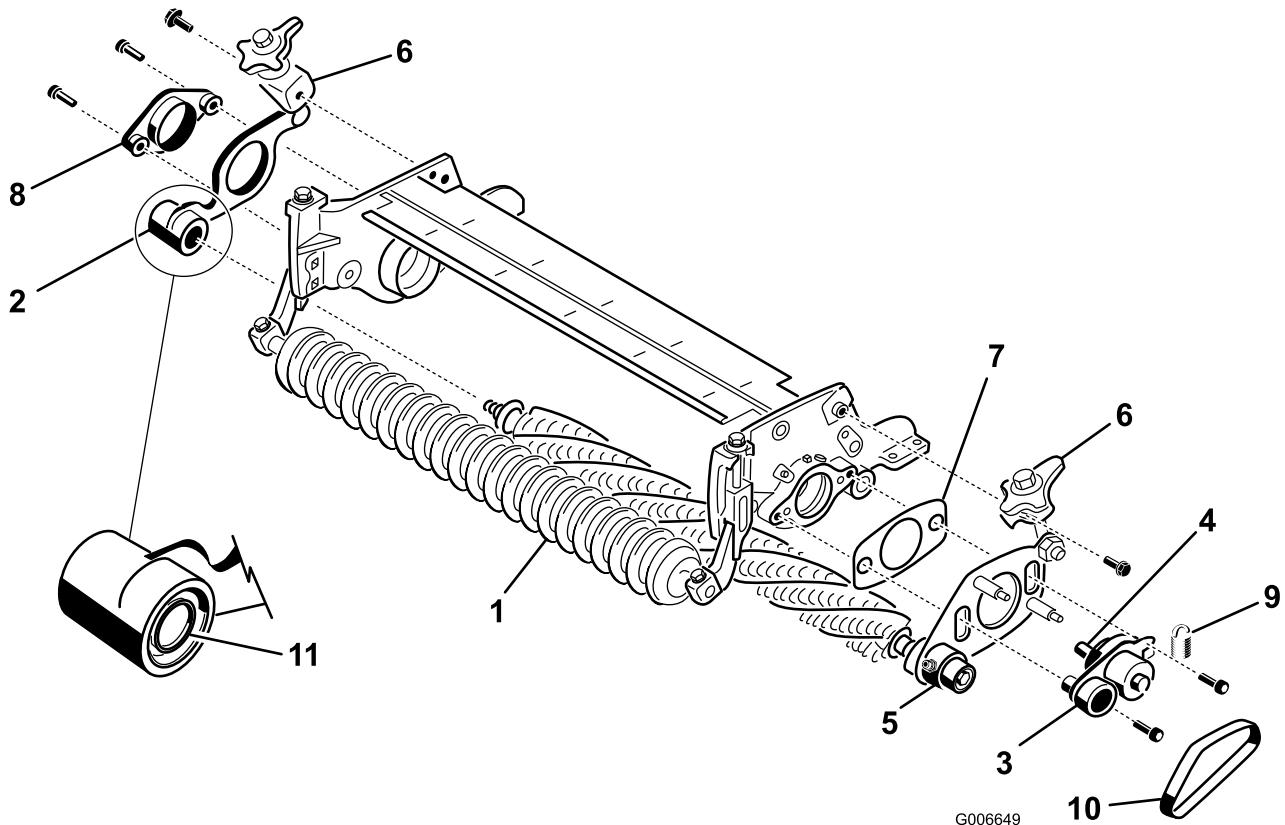

Рисунок 24
21. На **неприводной** стороне механической щетки в сборе сдвиньте пластины механической щетки с вала механической щетки в сборе (Рисунок 24).
23. На приводной стороне режущего блока установите на боковую пластину режущего блока поворотную ступицу, пластины механической щетки приводной стороны и регулировочную прокладку, используя два винта с внутренним шестигранником 3/8 x 1 дюйм (Рисунок 24). Перед установкой нанесите на резьбовые поверхности винтов синий состав Loctite.
24. Установите пластины механической щетки с неприводной стороны на вал механической щетки (Рисунок 24). Проследите за тем, чтобы не выбить пружину уплотнения наружу.
- 25. Прикрепите поворотную ступицу неприводной стороны к боковой пластине режущего блока с помощью двух винтов 3/8 x 1 дюйм (Рисунок 24). Перед установкой нанесите на резьбовые поверхности винтов синий состав Loctite.
- 27. Прикрепите узлы рычага быстрого подъема к боковым пластинам с помощью болтов с фланцевой головкой 3/8 x 3/4 дюйма (Рисунок 24).
- 28. Наденьте ремень механической щетки на шкивы (Рисунок 24). Убедитесь в том, что ребра ремня правильно установлены в канавки каждого шкива.